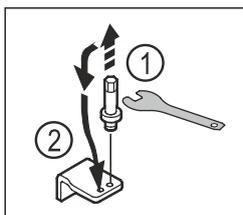

Fig. 22
- ▶ Bolzen des unteren Lagerbocks mit Außensechskantschlüssel SW5 herausdrehen. Fig. 22 (1)
- ▶ Bolzen auf der Gegenseite einsetzen. Fig. 22 (2)